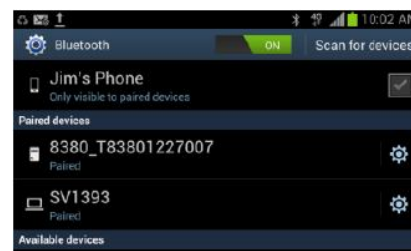

Рисунок 2. Обзор устройства
- е) Выберите серийный номер модели 8380 в списке устройств, который появляется (Рисунок 2).